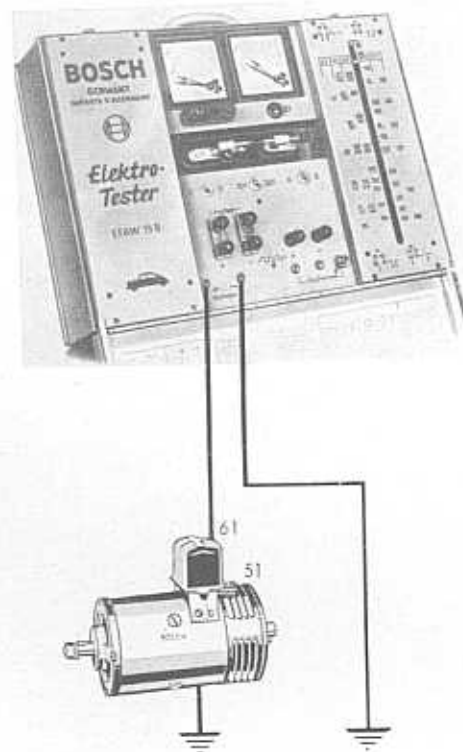

Bild 6
a) Reglerspannung im Leerlauf (Bild 6)